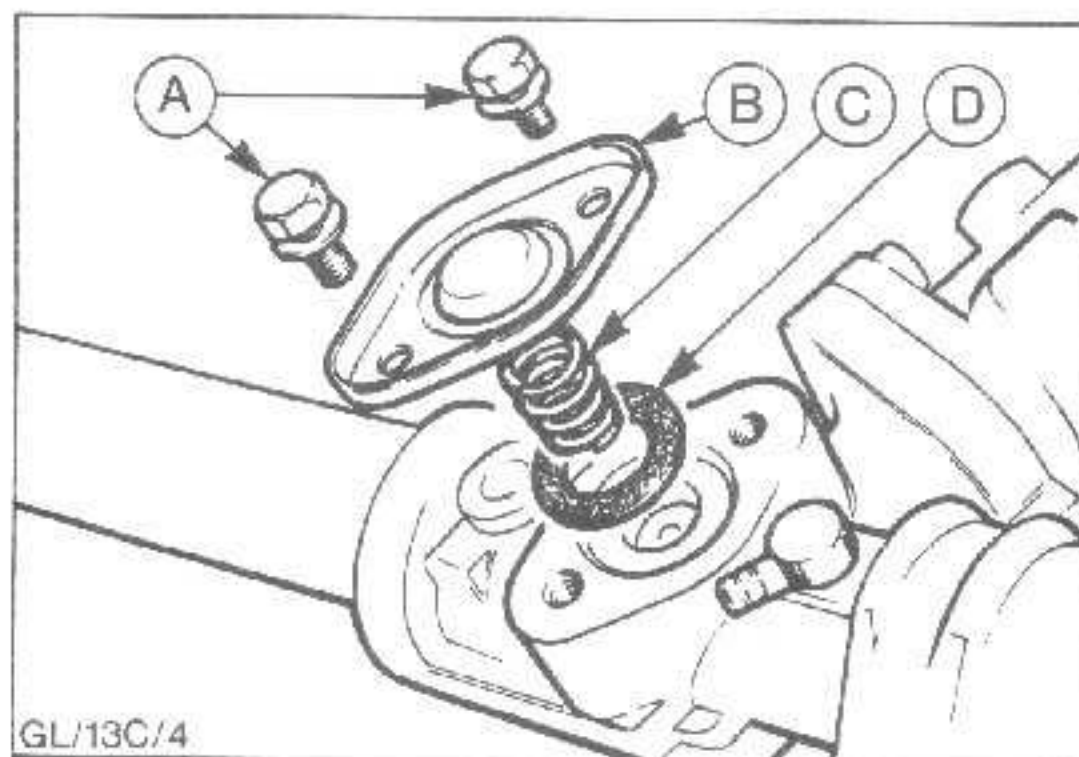

Abb.19 A = Befestigungsschrauben
5. Druckstück-Deckel abschrauben (zwei Schrauben) und abnehmen, dann Druckfeder und Distanzscheibe entfernen, Abb.19. Druckstück noch nicht herausnehmen.